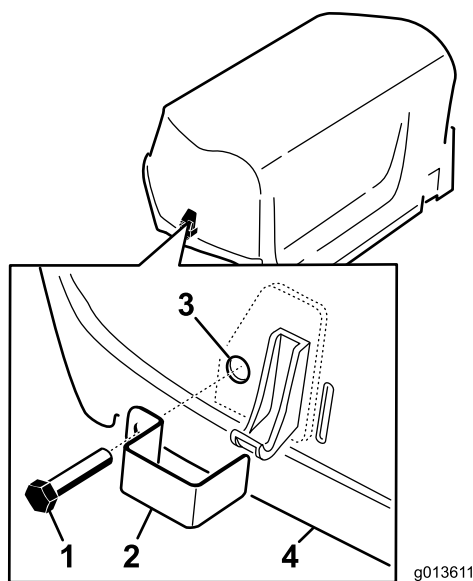

Figura 15
2. Instale o bloqueio do fecho sobre o trinco do capot (Figura 15) com um parafuso de cabeça hexagonal (dois no total).